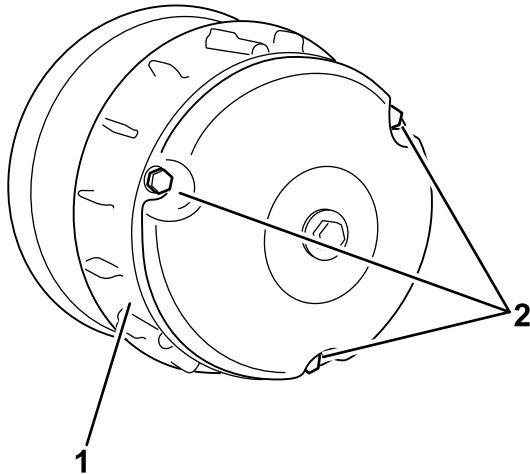

Figura 60
2. Retire los 3 pernos que sujetan la cubierta al embrague, y retire la cubierta (Figura 60).
4. Instale la tapa del embrague, fijándola con los 3 pernos (Figura 60) que retiró en 2.